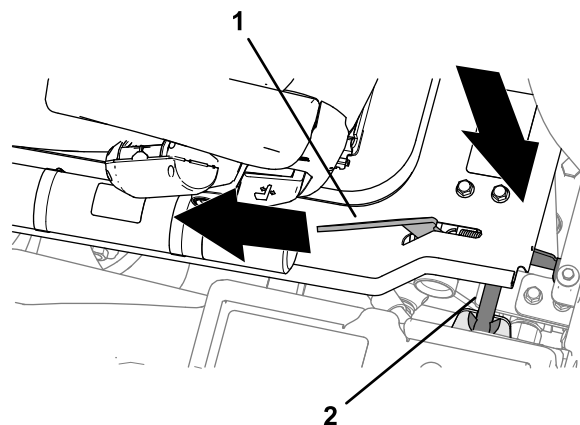

Figure 13
2. Lorsque la plate-forme approche de la position complètement baissée, déplacez la poignée de verrouillage (Figure 13) vers l'avant de la machine.